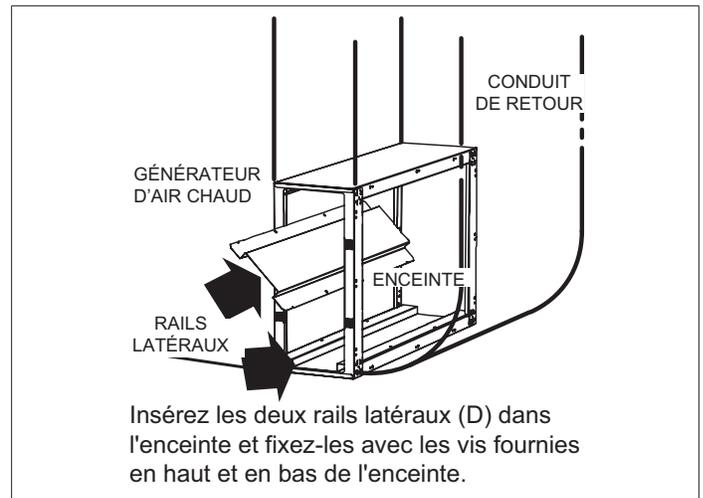

Figure 14. Installer les rails latéraux
REMARQUE : Les rails latéraux (D) sont fixés à l'enceinte une fois que celle-ci est installée sur le générateur d'air chaud/ventilo-convecteur (voir Figure 14 à la page 6).
7. Insérez les rails latéraux (D) dans l'enceinte et utilisez les vis fournies pour les fixer à l'enceinte, au-dessus et en dessous (voir Figure 14).